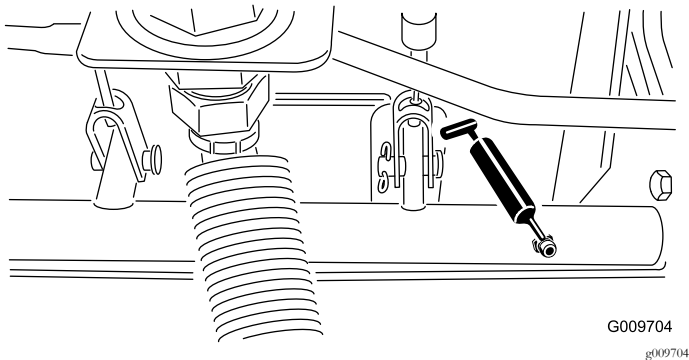

Figura 32
- Cojinetes de pivote de eje de freno (5) tal y como se muestra en la Figura 32